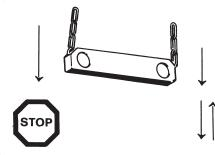

Fig. 4
Balansblocket är försedd med ett manuellt låssystem (Fig.4): vrid rattan (1) till läge (H) för att blockera cylinderns rotation; vrid rattan (1) till läge (G) för att tillåta normal drift.